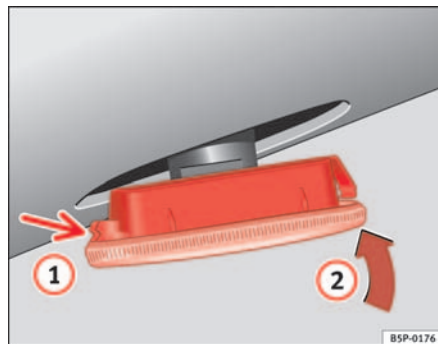

Fig. 193 Indicatori di direzioni laterali
- Prima collocare l'intermittente nel foro della carrozzeria, incastrando le linguette ⇒ fig. 193, freccia ①.
- Inserire la lampada come indicato dalla freccia ② ⇒ fig. 193. ■